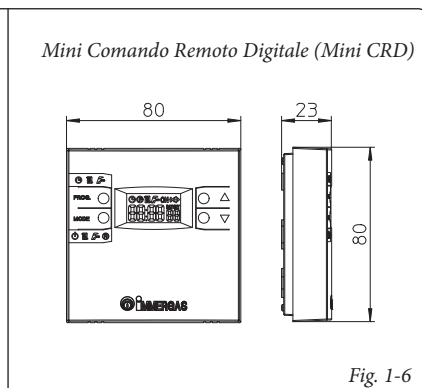

Fig. 1-6
- Dispositivo Mini Remoto Digitale (Mini CRD) con funzionamento di cronotermostato climatico (Fig. 1-6). Il pannello del Mini CRD consente all'utente, oltre alle funzioni illustrate al punto precedente, di avere sotto controllo e soprattutto a portata di mano, tutte le informazioni importanti relative al funzionamento dell'apparecchio e dell'impianto termico con la opportunità di intervenire comodamente sui parametri precedentemente impostati senza necessità di spostarsi sul luogo ove è installato